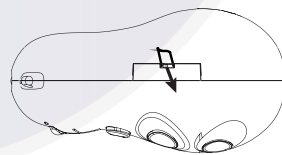

Fig.4
- 1.- Utilice una herramienta afilada como un desarmador plano para abrir el compartimiento de la batería. Ver Fig. 4